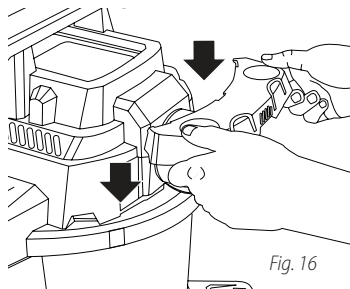

Fig. 16
38. Prenez le porte-outils **18** et faites-le glisser sur les fentes situées à l'arrière de la cuve. **Fig. 16**.